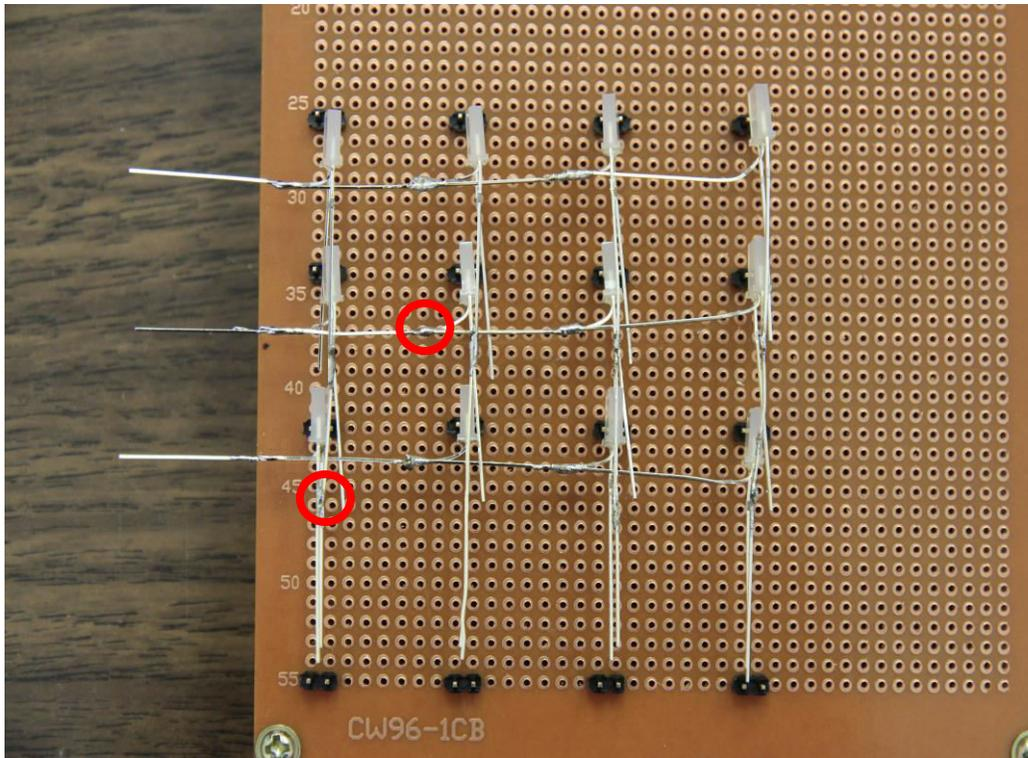

Figure 2 : Brasage des pattes des DEL (centrales aux centrales – extérieures aux extérieures)
4. Après avoir fini, continuez de braser les pattes extérieures de chaque DEL à la patte extérieure de DEL directement au-dessous de ces-dernières. Une fois terminé, vous devez avoir obtenu une structure solide telle que celle démontrée sur la Figure 2 à la prochaine page. Veuillez noter que, sur la figure, les pattes centrales sont brasées et que les pattes extérieures du côté démontré sont aussi connectées ensemble.